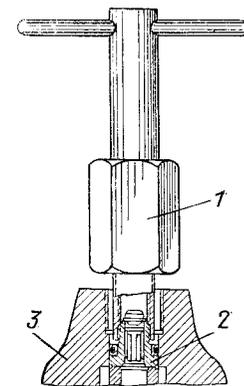

Рис. 128. Схема снятия седла клапана нагнетательного насоса топливного:
6. Специальным съемником (рис. 128) снимите седло вместе с клапаном и прокладкой.